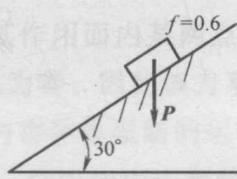

图 1-7
(9) 图 1-7 所示的斜面倾角为  $30^\circ$ , 一重为  $P$  的物块放在斜面上, 物块与斜面间静滑动摩擦系数  $f = 0.6$ , 下述判断正确的是 ( )。